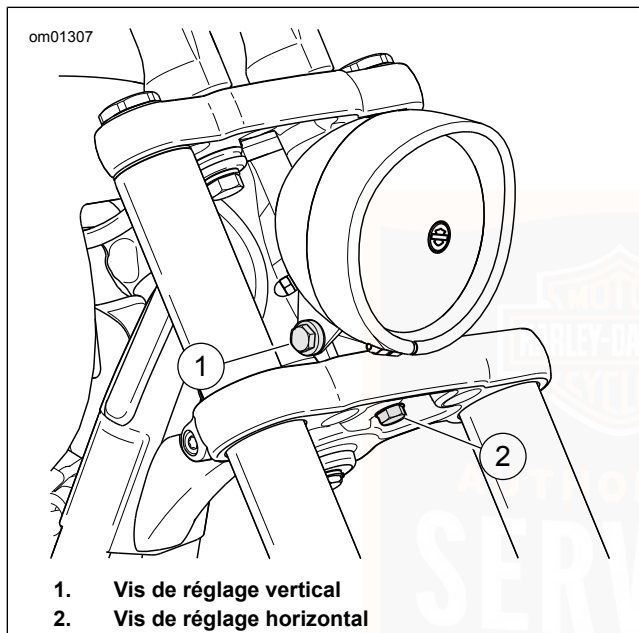

Figure 80. Réglage du phare
1. Voir Figure 80. Régler l'alignement horizontal du phare.
- a. Desserrer la vis de réglage horizontal (2). Régler le phare vers la gauche ou vers la droite pour diriger le faisceau lumineux droit devant.